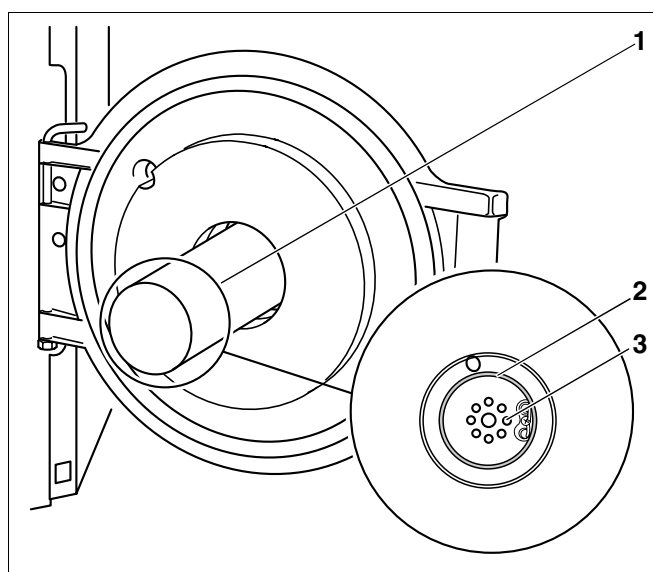

Fig. 26 Contrôler la bonne assise de l'anneau d'étanchéité
- Vérifier la bonne assise par la partie interne de la porte du brûleur en regardant dans la tuyère (fig. 26, **pos. 1**).
- Si le système de mélange (fig. 26, **pos. 3**) et le joint (fig. 26, **pos. 2**) sont bien positionnés, vous pouvez fermer la porte du brûleur et serrer les vis à fond.